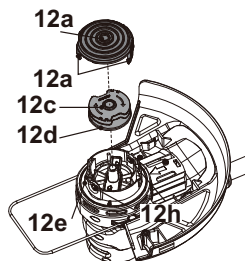

Fig. 23
3. Retire el carrete de corte (12c) de la carcasa (12e) (Fig. 23).